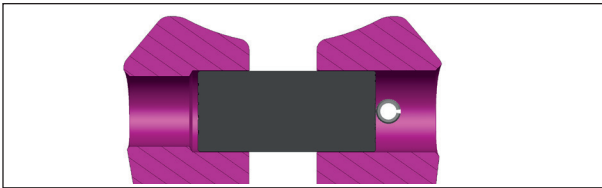

Abb. 2: G-Bolzenmontage durch Spannstift und Stufenbohrung (links). Ein G-Bolzen der nächst kleineren Größe fällt heraus.
- Der G-Bolzen muss durch den Spannstift und die Stufenbohrung unlösbar im Bauteil montiert sein (Abb. 2).